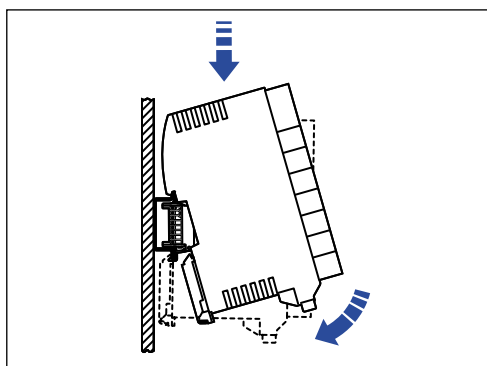

Abb. 6: Montage des Anschlussmoduls auf den Tragschienen-Busverbinder
- d. Drücken Sie das Anschlussmodul in Richtung der Montagefläche und rasten es auf dem Tragschienen-Busverbinder ein (Abb. 6). Montieren Sie weitere Anschlussmodule in gleicher Weise.